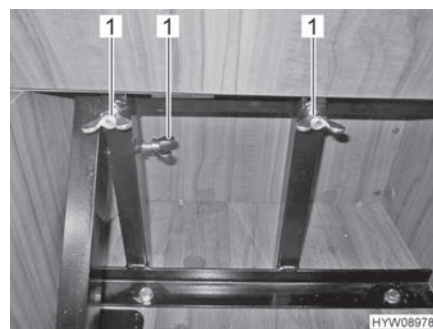

Fig. 36 Retener el asiento de enchufe con tuercas de mariposa
- Retener el asiento de enchufe con tuercas de mariposa (Fig. 36,1).